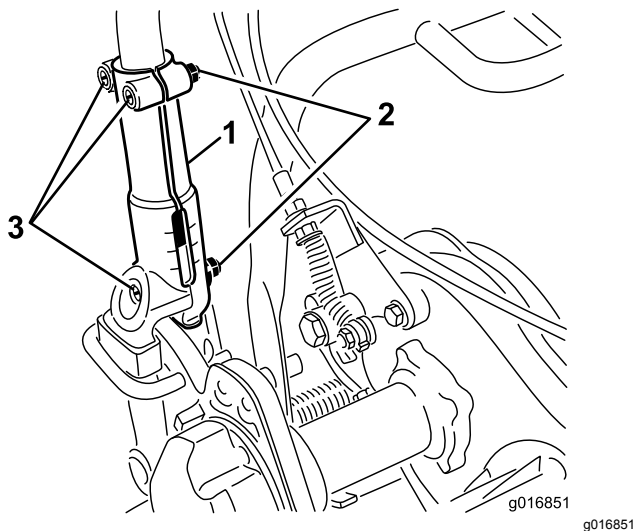

Figura 26
1. Solte os três parafusos e porcas da carroçaria que fixam cada um dos lados do manípulo nos grampos da barra de ligação (Figura 26).